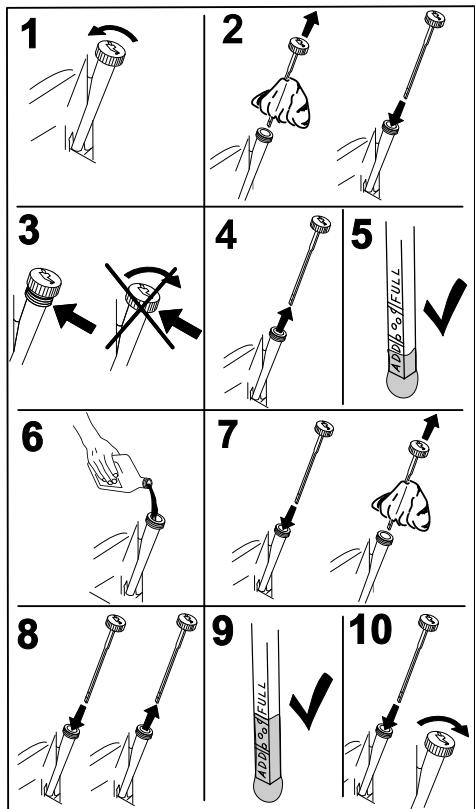

Figura 40
4. Pare el motor, retire la llave y espere a que se detengan todas las piezas en movimiento antes de abandonar el puesto del operador (Figura 40).